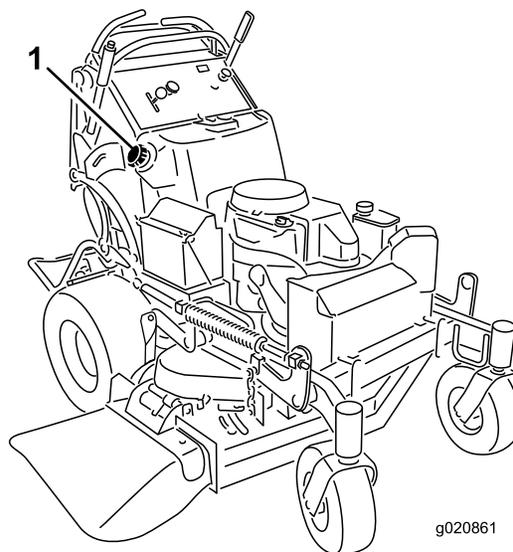

図 49
5. サイホンポンプを使って燃料タンクからガソリンを抜き出す (図 49)。